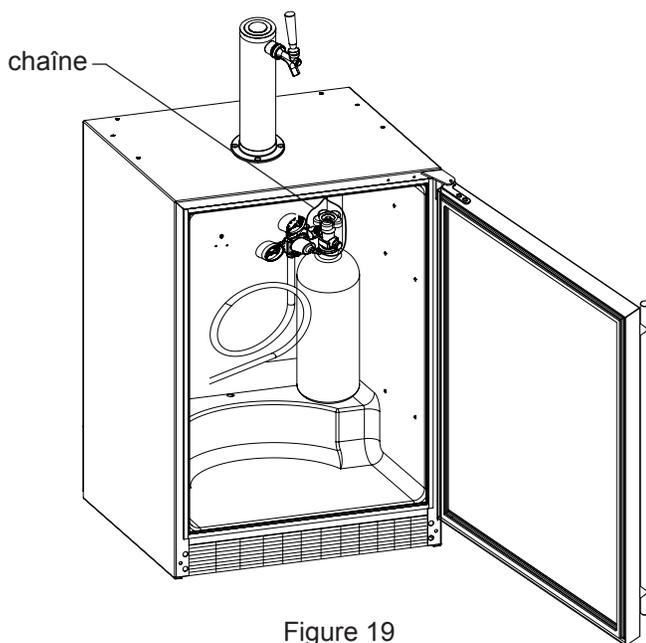

Figure 19
8. Positionnez la bouteille de CO₂ dans l'angle du réfrigérateur comme c'est montré en Figure 19 et attachez-la avec la chaîne.